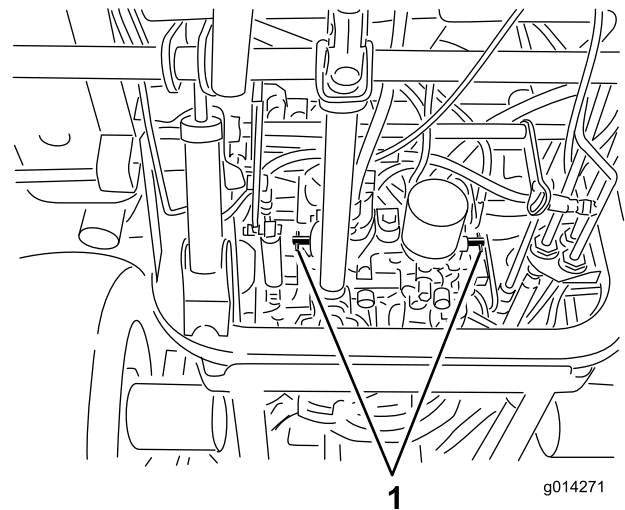

Figura 25
3. Gire las válvulas de desvío una vuelta en el sentido contrario a las agujas del reloj (Figura 25).
1. Gire cada válvula de desvío una vuelta en sentido horario y apriételas a mano (Figura 25).
2. Apriete las válvulas a 8 N·m aproximadamente, según se muestra en Figura 25.